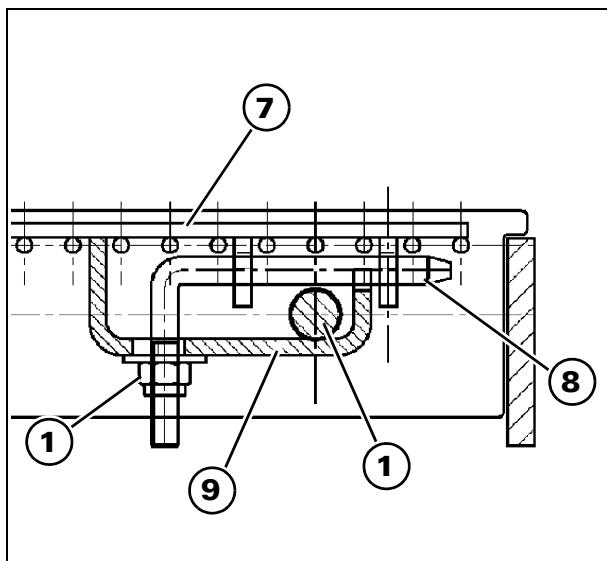

Рис. 40
- 1.) Убедитесь, что фиксаторы легко входят в отверстия заполняющей вставки (7).
- 3.) Вставьте ребра вставки между прутками подбарабанья (см. Рис. 40).
- 4.) Вставьте фиксаторы (8) (свободные концы должны находиться в вертикальном положении).
- 5.) Установите стопорные элементы (9).
- 6.) Полностью затяните гайки (10).
- 7.) Повторите процедуру крепления вставок (7) для всех прутков подбарабанья (11).